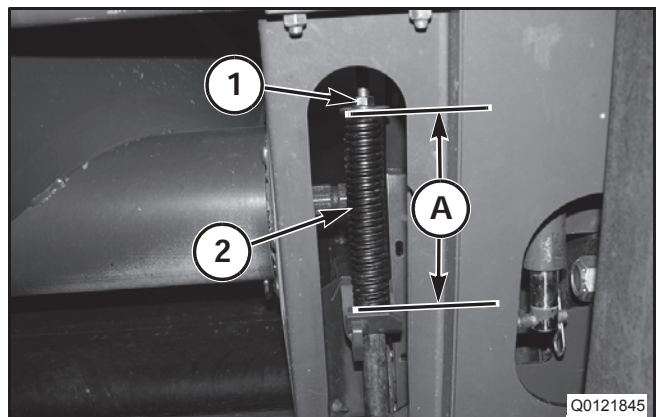

FIG. 35
FIG. 35: Regule la tuerca de ajuste (1) en el tope de los resortes de flotación (2) hasta que el resorte esté comprimido a 270 mm (10,63 pulg.) (A). Apriete la tuerca de traba (1) en la base del resorte de flotación del piso central.